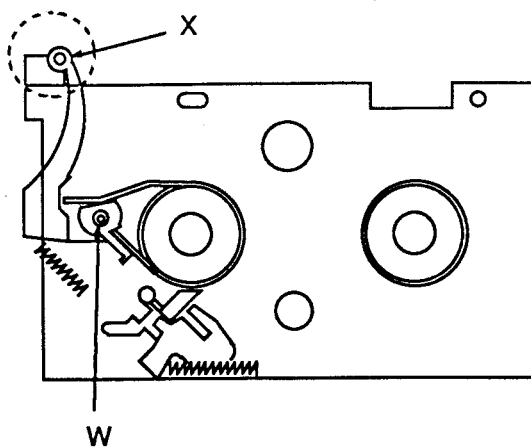

Fig. 19
- Exzenter "W" der Bremsbandbefestigung mit dem Sechskantstiftschlüssel so einstellen, daß der Bandzugbolzen "X" gerade die Referenzplatte berührt (Fig. 19).
- Referenzplatte entfernen und Capstanrotor (133) solange entgegen dem Uhrzeigersinn drehen, bis ausgefädel ist.
- Adjust the cam "W" on the brake band securing point with the hexagon wrench so that the tape tension bolt "X" just touches the Tension Post Adjustment Plate (Fig. 19).
- Remove the Tension Post Adjustment Plate and rotate the capstan rotor (133) in the anti-clockwise direction until the mechanics unloads.
- Mediante la chiave esagonale regolare l'eccentrico "W" del freno nastro finchè il perno "X" sfiora la piastra di riferimento (fig. 19).
- Togliere la piastra di riferimento e ruotare in senso antiorario il rotore capstan (133) finchè il nastro è scaricato.